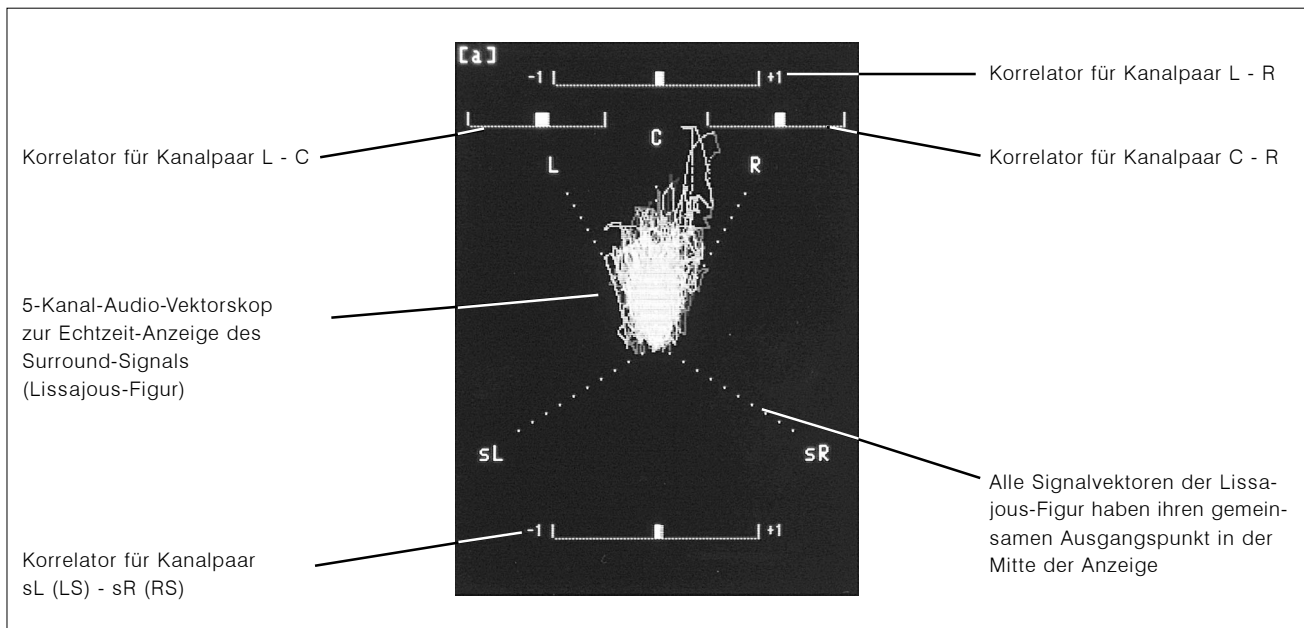

Bild D 4-9: Die Vektorskop-Anzeige im linken TFT-Display (3/2 (5.1)-Surround-Modus)
Die Anzeigart Vektorskop steht in allen 2-Kanal-, 8-Kanal- und Surround-Konfigurationen zur Verfügung. Sie kann als alternative Methode zur Darstellung von Surround-Signalen verwendet werden. Im Surround-Modus 5.1 (Bild D 4-9) beinhaltet die Anzeige zusätzlich vier Korrelationsgradanzeigen für die Kanalpaare L - C, C - R, L - R und sL (LS) - sR (RS).